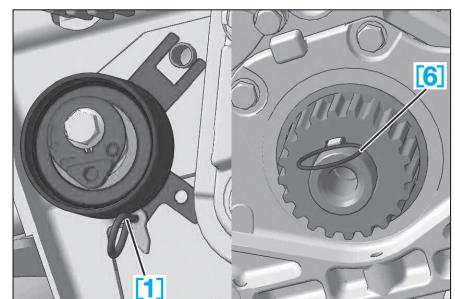

FIG. 19
- Verrouiller le galet tendeur dynamique à l'aide de la pîge [1] (excentrique de réglage en position retrait maxi) (Fig.19).